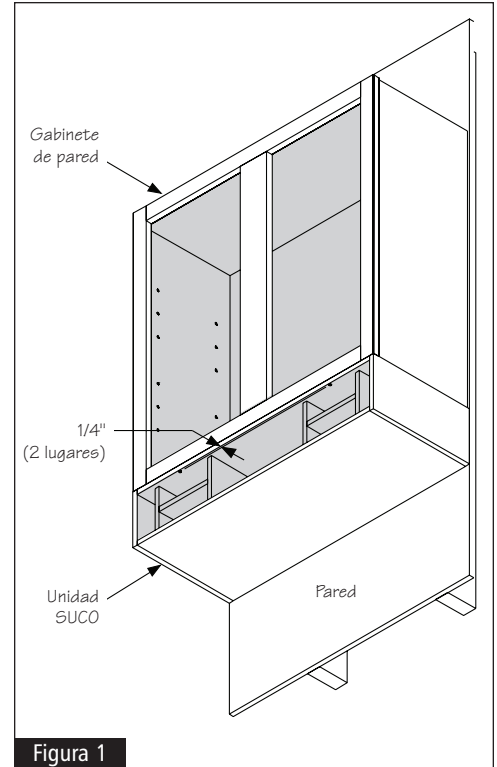

Figura 1
- 3** Utilice una broca de 3/32" y realice dos agujeros de sujeción a través de la parte superior del organizador de estantes, debajo del gabinete y dentro del marco horizontal del gabinete de pared, a 1/4" de distancia del organizador para estantes. Vea la figura 1.